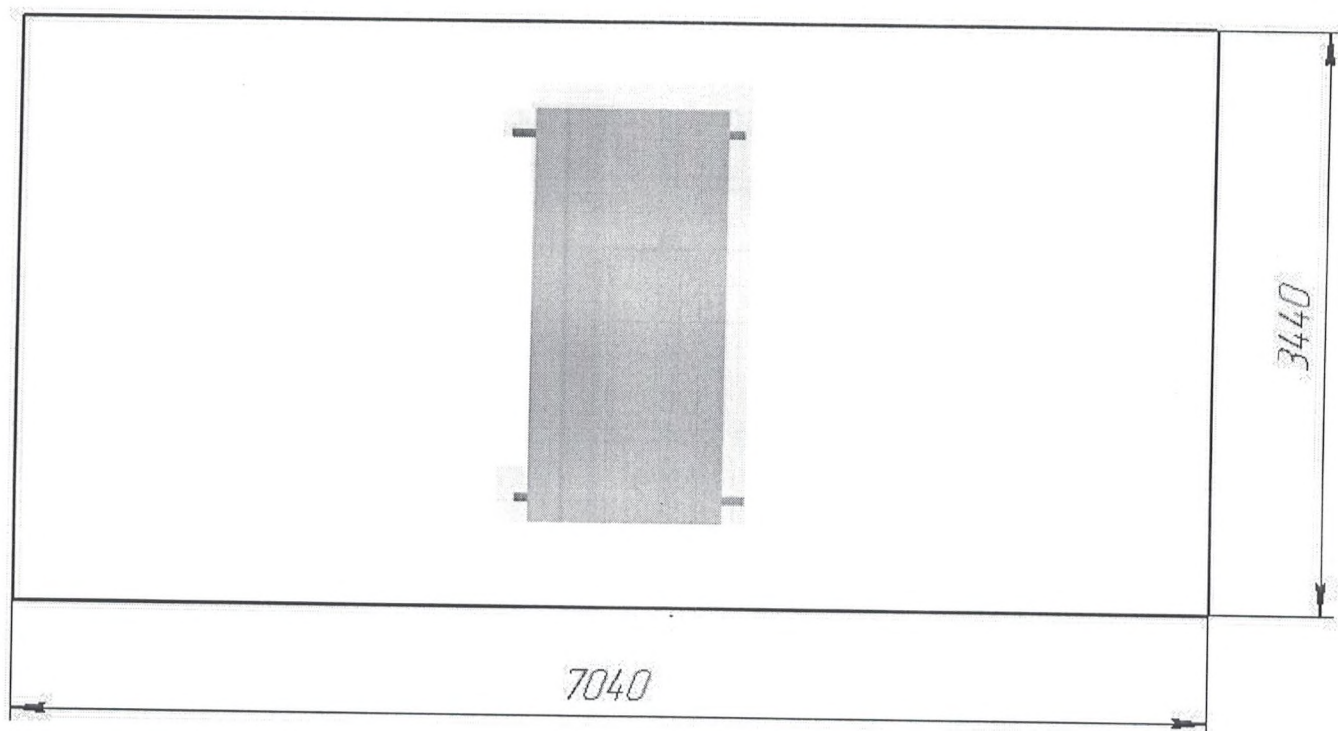

Рис.3 Зона приземления
12.3 Под изделием игровой площадки с высотой свободного падения более 600 мм должно быть ударопоглощающее покрытие по всей области приземления. При высоте свободного падения менее 600 мм в отдельных местах устраивают ударопоглощающее покрытие. Зона приземления показана на рис. 3. Высота свободного падения 1200 мм.